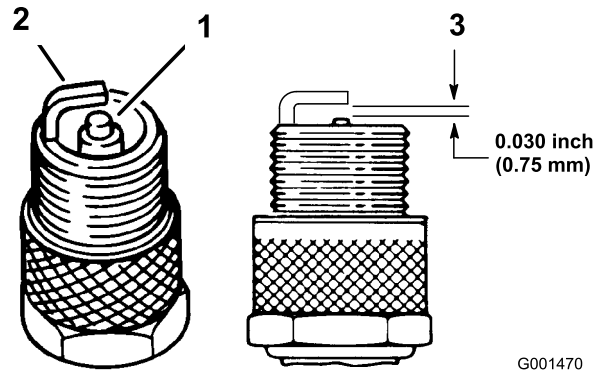

Bild 25
- Prüfen Sie den Abstand zwischen den mittleren und seitlichen Elektroden (Bild 25). Verbiegen Sie die seitliche Elektrode (Bild 25), wenn der Abstand nicht stimmt.
- Sehen Sie sich die Mitte der Zündkerzen an (Bild 25). Wenn der Kerzenstein hellbraun oder grau ist, ist der Motor richtig eingestellt. Eine schwarze Schicht am Kerzenstein weist normalerweise auf einen schmutzigen Luftfilter hin.
3. Schließen Sie den Zündkerzenstecker an die Zündkerzen an (Bild 25).